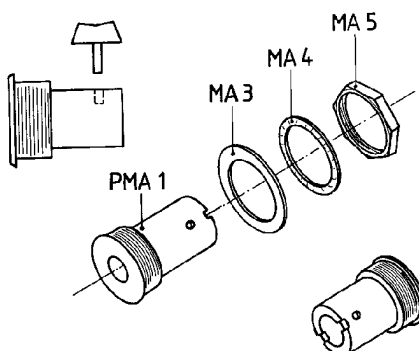

Fig. 2.8
2. Insérer les pièces PMA 1 à PMA 5 sur la fixation de montage selon fig. 2.8 (page 14).